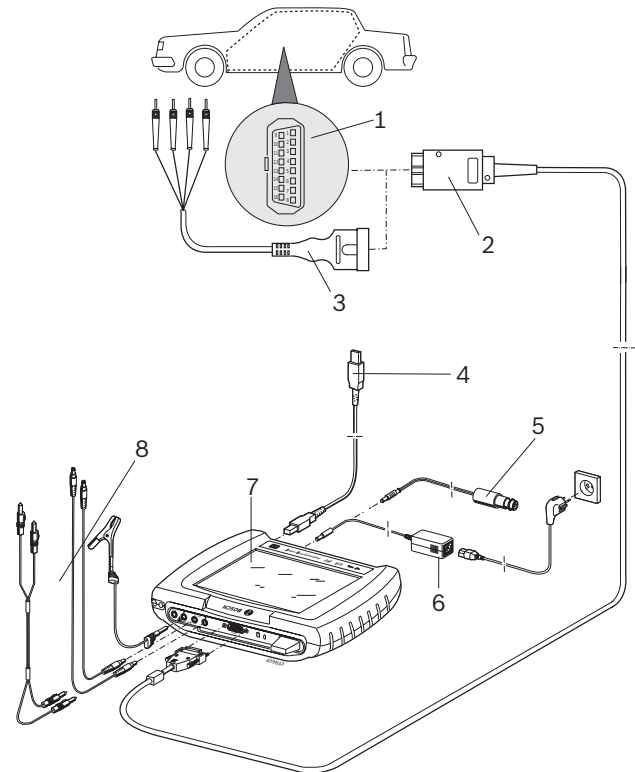

Fig. 3: Anschluss-Schema KTS 340
- die OBD-Diagnoseleitung (Fig. 3, Pos. 2) oder
- die OBD-Diagnoseleitung und zusätzlich über die UNI-Anschlussleitung (Fig. 3, Pos. 3; Sonderzubehör) oder